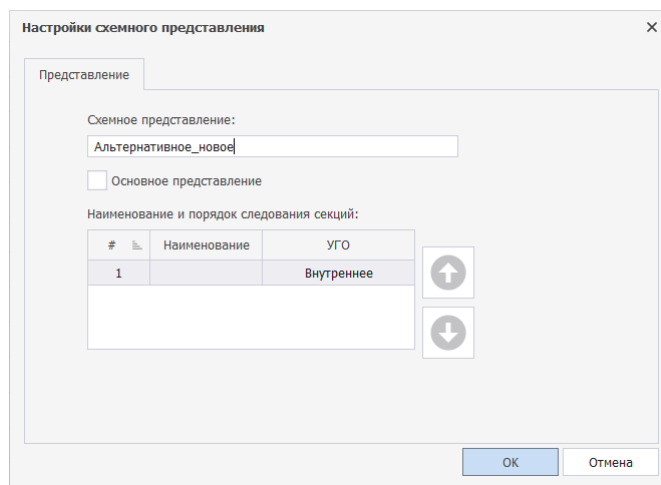

Рис. 237 Ввод нового имени схемного
2. Определить новое имя представления в поле «Настройки схемного представления» → «Схемное представление», см. Рис. 237.